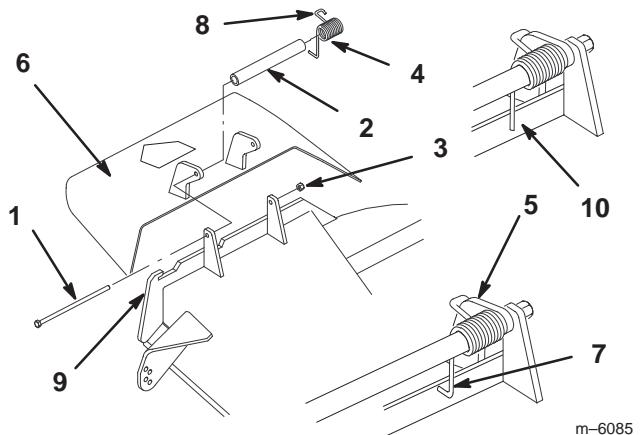

Bild 30
Die Ablenkblechfeder hat entweder ein L-Ende oder ein gerades Ende (Bild 30).
Hinweis: Achten Sie darauf, dass das L-förmige oder gerade Federende hinter der Kante der Abdeckung installiert wird, bevor Sie die Schraube wie in Bild 30 dargestellt einsetzen.
2. Setzen Sie die Schraube und Mutter ein. Führen Sie das J-förmige Hakenende der Feder um das Ablenkblech (Bild 30).